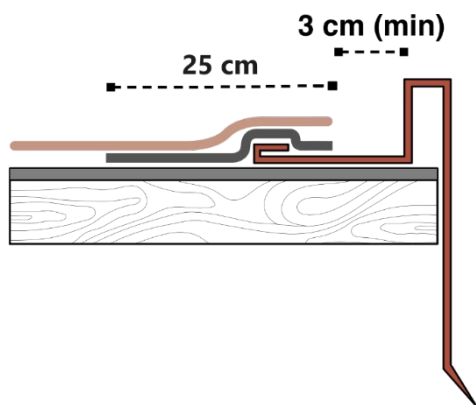

**Fig. 16** - Posa tegole sul compluvio
- Posare quindi le tegole della prima falda, fino alla linea di compluvio, tagliandole a 3 cm e parallelamente alla linea di compluvio. Fissare le tegole con dei chiodi inox, fino a circa 40 cm dalla linea di compluvio e con del Bitustick, posato a distanze inferiori di 40 cm dalla linea di compluvio, sopra al compluvio metallico, Fig. 16. È consigliabile inoltre tagliare trasversalmente lo spigolo superiore della tegola al compluvio, in modo da convogliare l'acqua discendente lungo l'asse del compluvio, Fig. 16.
- Ripetere la stessa procedura anche per la seconda falda. Alla fine, dovrà risultare un canale tra le tegole, sul compluvio metallico, dove l'acqua scorrerà in via preferenziale, Fig. 16.